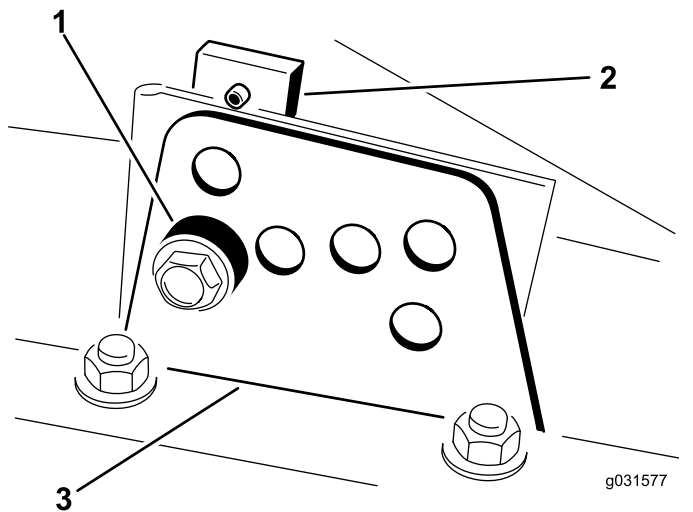

図 19
2. 図 19 のように、各刈り高ブラケットを刈り高プレート前と右と左に固定しているボルトをゆるめる。
4. チェンバを支えておきながらスペーサを取り外す 図 19。